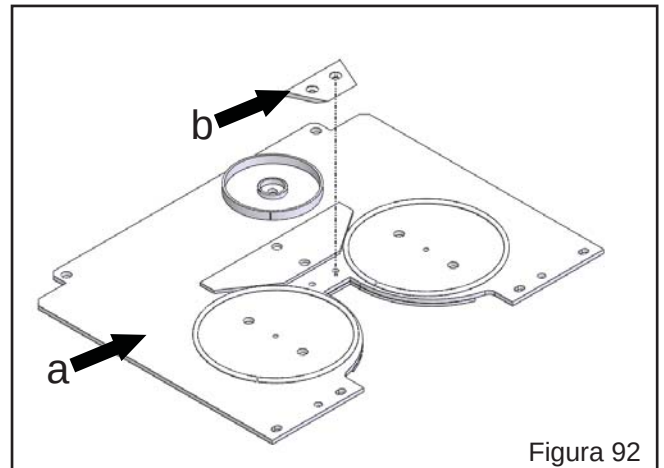

Figura 92
- Efetue o procedimento de desmontagem conforme item "a" até o item "e", citados no item 10.2;
- Na base inferior ("a" Figura 92) se encontra a contrafaca dos cilindros ceifadores. Solte os parafusos de fenda, e retire a contrafaca danificada;
- Substitua a contrafaca ("b" Figura 92) por uma nova, prenda os parafusos novamente;
- Efetue a montagem inversamente as estas instruções e as instruções do item "a" até o item "g", citados no item 10.2.